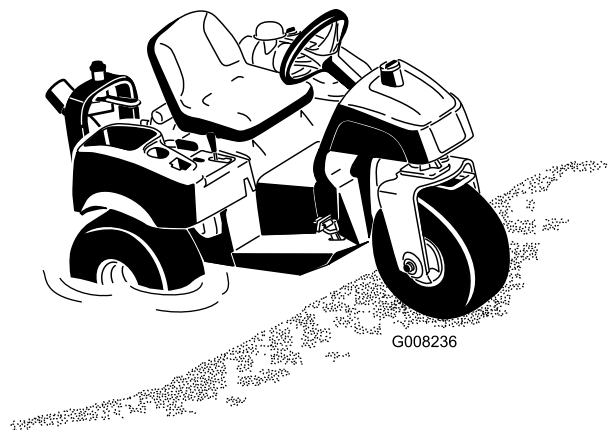

Figura 11
1. Avviate il Sand Pro e indietreggiate lentamente nella parte meno profonda del bunker. Non avviate il funzionamento se la profondità dell'acqua supera i mozzi del Sand Pro (Figura 11).